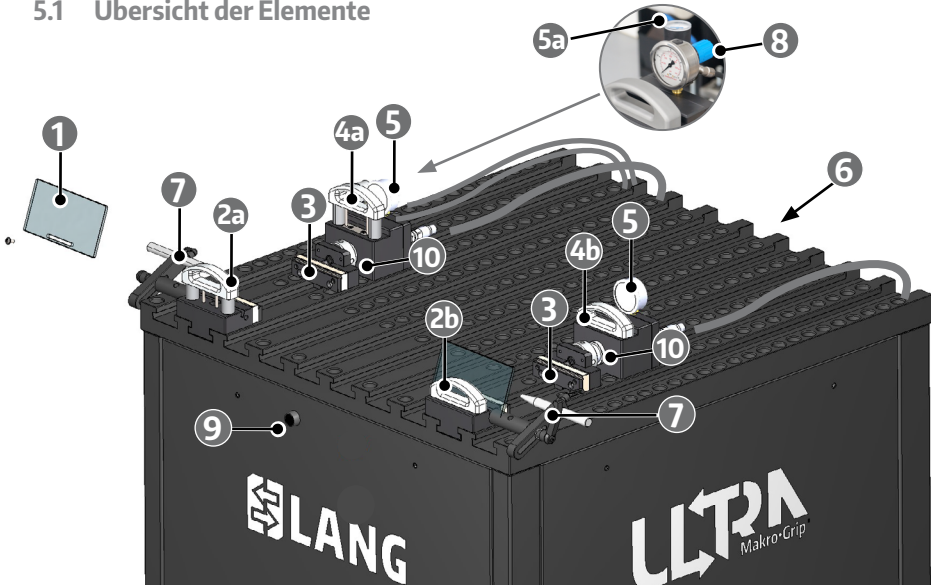

Abb. 1
- Die Prägekraft kann über den pneumatischen Eingangsdruck mit dem Pneumatik-Druckregler (Abb. 1, Pos.8) stufenlos eingestellt werden.
- Durch Betätigen des Handtasters (Abb.1, Pos.9) wird der Prägevorgang gestartet. Der Prägevorgang kann beendet werden nachdem sich im System ein stationärer Druck eingestellt hat.
Verbinden Sie das Prägesystem mit Druckluft (Eingangsdruck 6-8 bar). Ein Schlauchanschluss (Abb. 1 Pos. 6). für eine Schnellkupplung befindet sich auf der Rückseite der Prägestation.
So machen Sie das Prägesystem drucklos und hinterlassen einen sicheren Arbeitsplatz: Stellen Sie den Pneumatikdruck am Stellrad (Pos. 8, Abb. 1) auf 0 bar, und trennen Sie den Druckluftanschluss mit der Schnellkupplung (Abb. 1 Pos. 6).
Der Prägedruck wird durch Drehen des blauen Stellrads am Druckregler (Abb. 1, Pos.8) eingestellt.